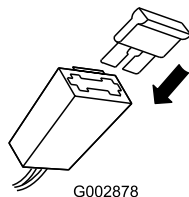

Рисунок 8
2. Вставьте предохранитель в держатель предохранителя (Рисунок 8).